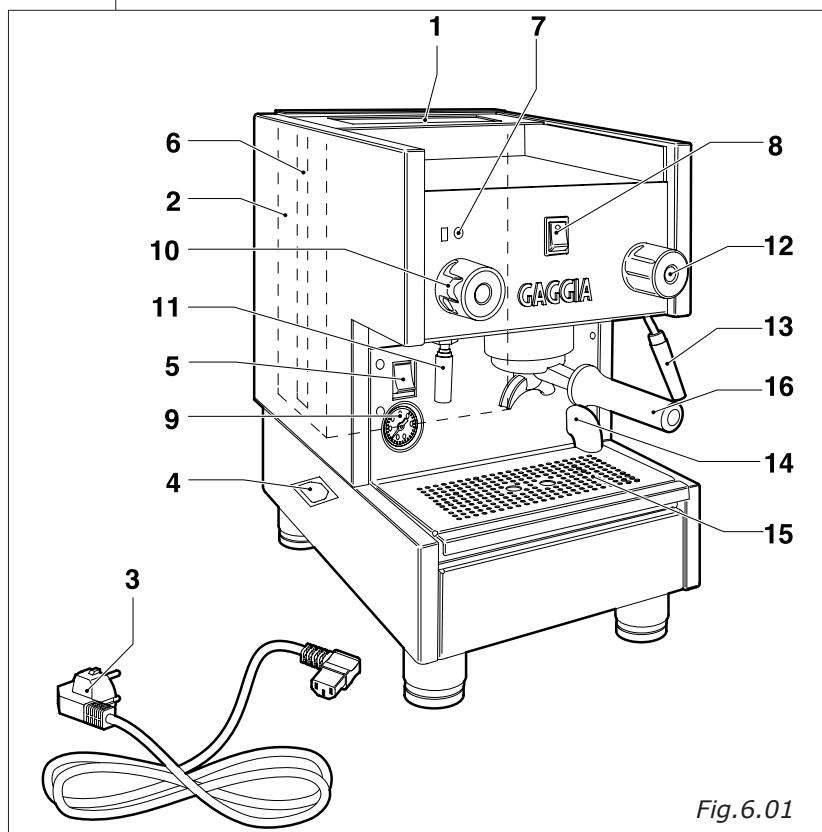

Fig. 6.01
- Die Pegelautomatik setzt sich in Betrieb, und die entsprechende Kontrolllampe bleibt eingeschaltet, (Abb.6.01-Pos.8), bis das Wasser im Kessel den Normalstand erreicht hat. Dieser Vorgang kann, nur beim ersten Aufladen, ziemlich lange dauern und die Maschine blockieren; die Maschine eventuell mit dem Hauptschalter aus- und wieder einschalten (Abb.6.01-Pos.5).
- Warten bis die Maschine den Betriebsdruck erreicht hat " 1,2 - 1,3 BAR", auf dem Manometer den Kesseldruck überprüfen (Abb.6.01-Pos.9).
- Ein oder zwei Tassen unter den Filterträger stellen (Abb.6.07), den Kaffeeschalter (Abb. 6.01-Pos.8) auf "I" stellen und die Kaffeeausgabe beginnt.